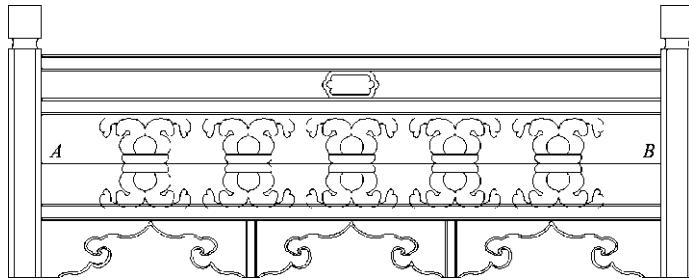

图 1-72 用图块 tu 6 等分直线 AB
①以图案的中心点作为基点将虚线框内的图案创建为图块，图块名为 tu。
②如图 1-72 所示，连接中点 AB，用图块 tu 6 等分直线 AB。